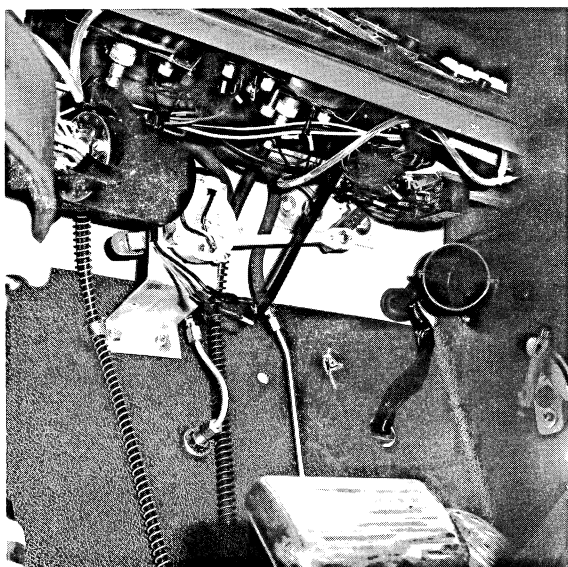

Fig. 46.
Bij demontage van het instrumentenpaneel dienen eerst de defrosters (48), de afdekplaat (47) en de kachelkraanbedieningsknop te worden verwijderd. Vervolgens kunnen de dashboardplaten, welke rondom het instrumentenpaneel liggen, verwijderd en de verschillende elektrische kabels losgenomen worden (fig. 46 en 47).
Pour démonter le tableau des instruments de bord, il faut commencer par déposer le dégivreur (48), la plaque de fermeture (47) et le robinet de commande de la chaufferette. Ensuite, déposer les garnitures encadrant le tableau des instruments et déconnecter les câbles électriques (fig. 46 et 47). Déconnecter les conduites d'air vers le mètre de la pression d'air, ainsi que le compteur kilométrique et le compte-tours.